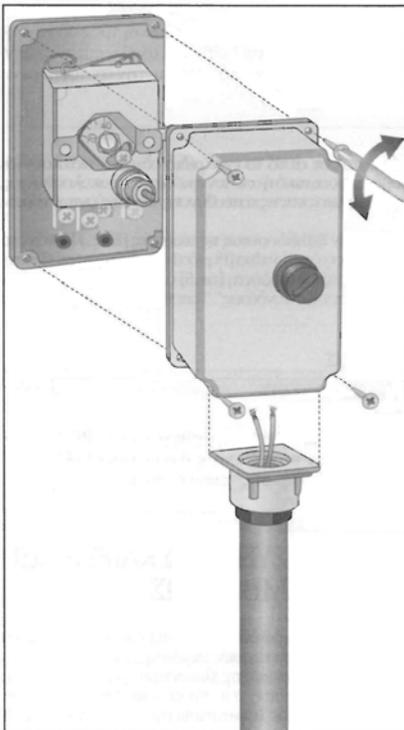

fig.5
Portare i fili dell'impianto attraverso l'apposito passacavo ed eseguire gli allacciamenti alla morsetteria (fig.5) come indicato al paragrafo seguente "collegamenti elettrici". Riagganciare il coperchio al prodotto.
B) Remove the thermostat front cover by releasing the four provided screws. Thread the power supply wires in the relevant fairlead and connect them to the thermostat terminals (fig.5) according to the instructions of the following paragraph "Wiring Connections". Snap the front cover back.